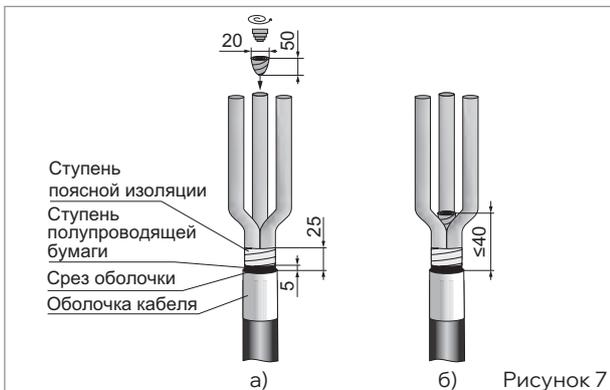

Рисунок 7
- На расстоянии 5 мм от среза оболочки наложить временный бандаж на полупроводящий бумажный экран из 2–3 витков ХБ нити. Ленты экрана удалить от края поясной изоляции до бандажа. Бандаж удалить (рис. 7а).
- Из короткой ленты герметика сделать конус и тщательно вдавить его в «корешок» разделки кабеля. После уплотнения расстояние от края герметика до среза оболочки не должно превышать 40 мм (рис. 7б).